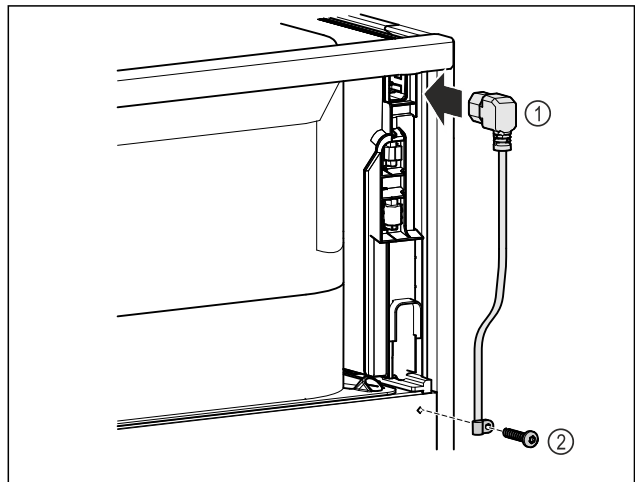

Fig. 8
- ▶ Enchufe la toma IEC del cable de conexión a la red eléctrica Fig. 8 (1) por la parte posterior del electrodoméstico.
- ▶ Monte la brida antitracción. Fig. 8 (2)